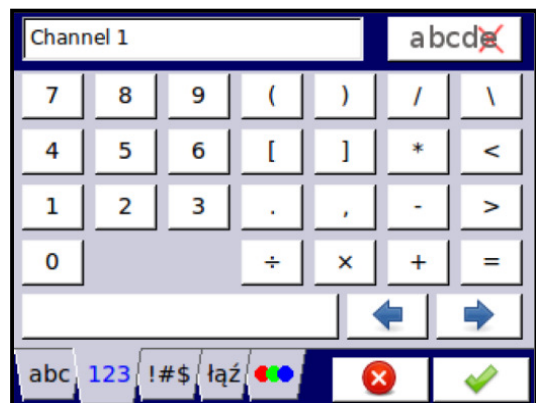

Abb. 7.2 Texteditor – Ziffern
- Ziffern und Rechenzeichen, Abb. 7.2